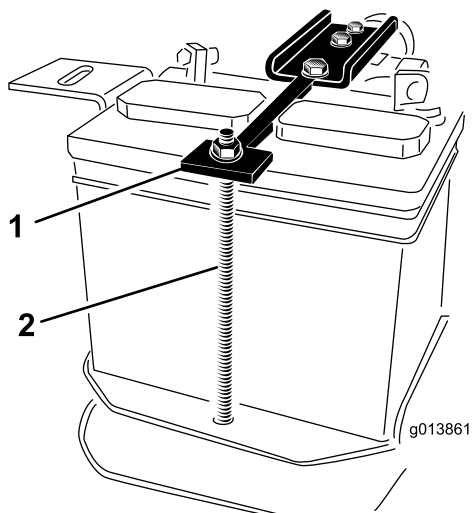

Figura 4
1. Bullone di montaggio (2)
4. Rimuovete i 2 dadi che tengono in sede le cinghie di tenuta della batteria e mettete da parte dadi, rondelle e tubolare (Figura 4).